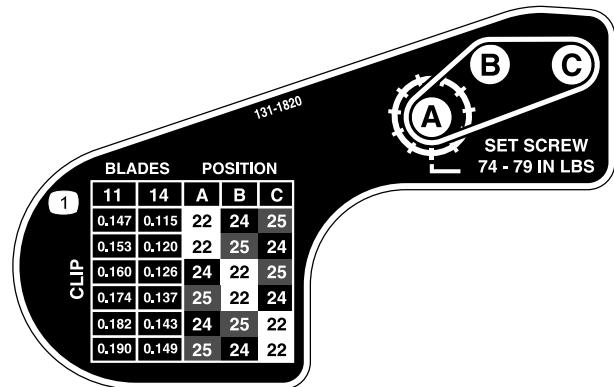

图22
6. 使用 图22 上的标贴中所示的图表确定您需要的切距设置及您需要移动的皮带轮。
9. 按标贴 (图22) 中所示的新配置安装每个皮带轮。